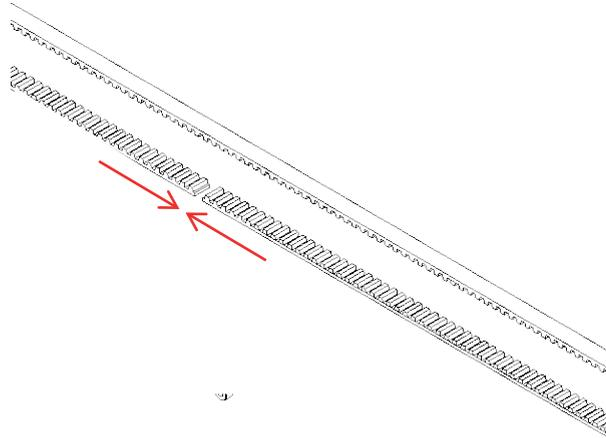

Figura 22: Corte a correia de modo que as duas extremidades se toquem sem se sobrepor.
2. Use as mãos para puxar a correia com força. Corte a correia de modo que as duas extremidades possam se tocar sem se sobrepor (Figura 22).